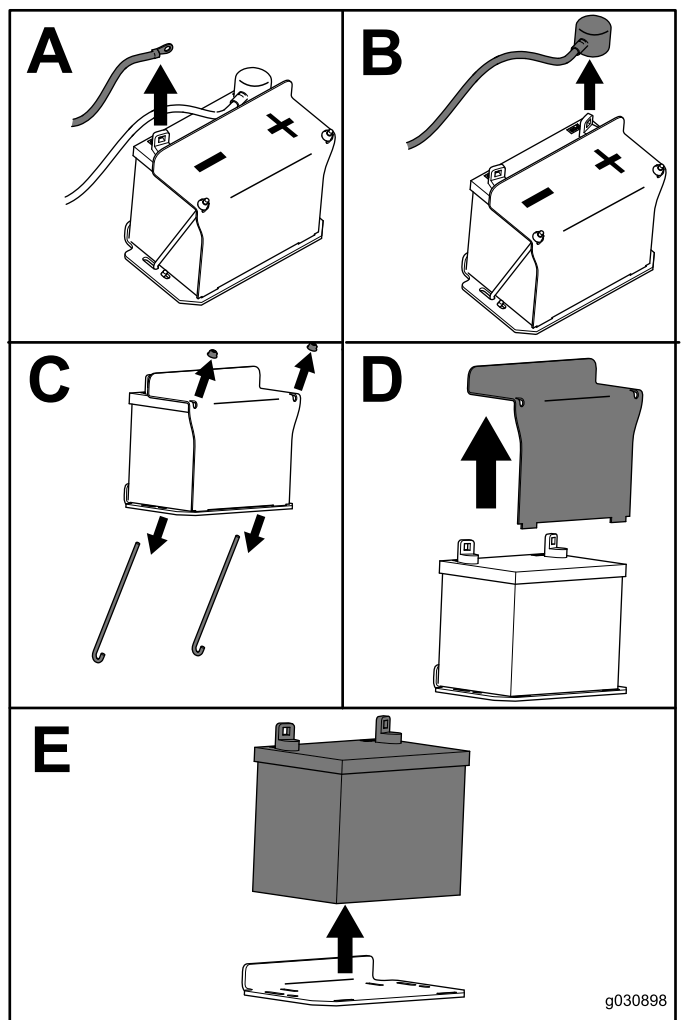

Bild 53
3. Nehmen Sie die Batterie heraus, wie in Bild 53 abgebildet.